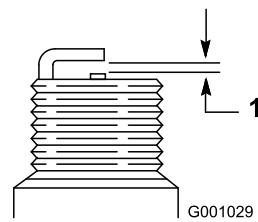

Figure 53
- Réglez l'écartement des électrodes de la nouvelle bougie à 0,76 mm, comme montré à la Figure 53.